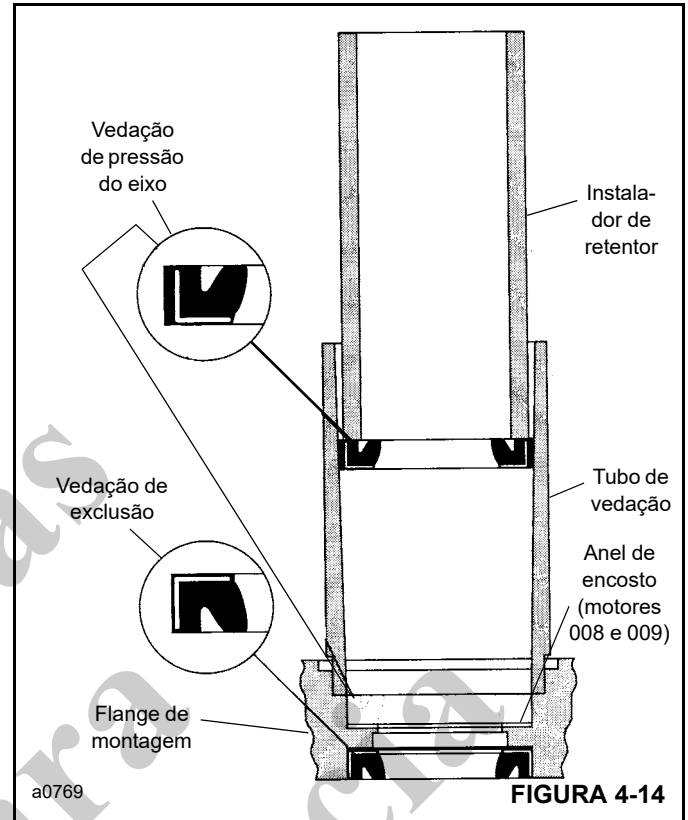

FIGURA 4-14
4. Instale a vedação de exclusão (2, Figura 4-7) no flange (3), com os lábios da vedação voltados para fora (Figura 4-14). Pressione com cuidado a vedação de exclusão até posicioná-la adequadamente.
5. Verifique visualmente as sedes de vedação no flange de montagem para determinar se há riscos ou outras marcas que possam danificar as vedações (5). Verifique se há trincas no flange (3) que possam provocar vazamentos.
6. Lubrifique o diâmetro interno do tubo de vedação e o diâmetro externo da vedação de pressão do eixo com um filme leve de vaselina limpa. Alinhe a extremidade do diâmetro interno pequeno do tubo de vedação com a sede da vedação no flange de montagem (3). Instale o anel de encosto (4) e a vedação de pressão (5) no tubo com os lábios da vedação voltados para cima (Figura 4-14). Introduza a chave da vedação no tubo e empurre firmemente a sede da vedação com uma ação de giro.